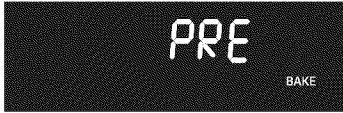

Fig. 1
2. Press start (See Fig. 1).	start